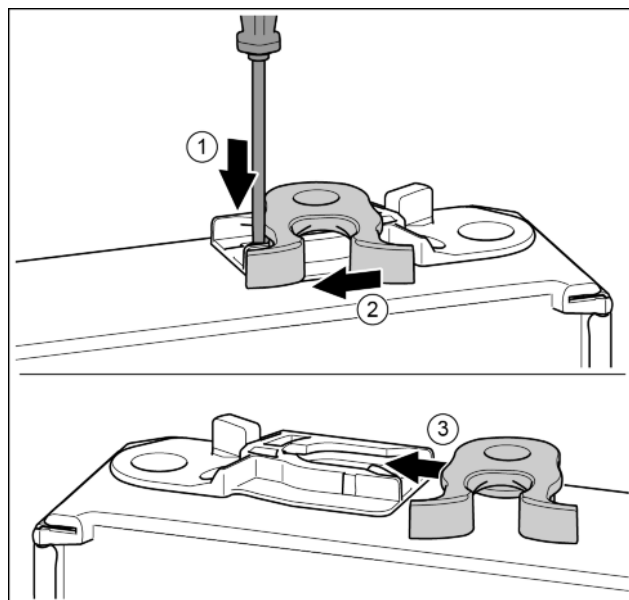

Fig. 19
- ▶ Plochým šroubovákem přitlačte lamelu dolů. *Fig. 19 (1)*
- ▶ Vytáhněte petlici z vedení. *Fig. 19 (2)*
- ▶ Petlici zasuňte do vedení na druhé straně. *Fig. 19 (3)*